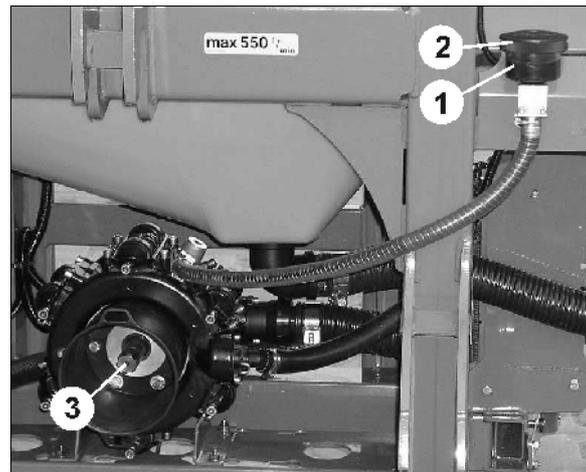

Fig. 117
1. Le niveau d'huile doit pouvoir être lu au repère dans le vase ou au voyant huile (Fig. 117/1) la pompe étant à l'arrêt et à l'horizontale.
2. Enlevez le couvercle (Fig. 117/2) et faites l'appoint d'huile si le niveau d'huile n'arrive pas au repère (Fig. 117/1).
2. Enlevez le couvercle (Fig. 117/2).
- 3.2 Tournez l'arbre d'entraînement (Fig. 117/3) à la main, jusqu'à ce que toute l'huile usagée soit évacuée. Indépendamment de cette procédure, il est possible sur la pompe - pistons-membranes de vidanger l'huile par le bouchon de vidange. En procédant ainsi, il reste quelques traces d'huile usagée à l'intérieur du carter de pompe. Pour cette raison nous recommandons de procéder comme indiqué en premier.
5. Faites tourner l'arbre (Fig. 117/3) d'entraînement à la main alternativement à droite et à gauche tout en versant lentement l'huile neuve. Le volume d'huile versé est correct lorsque l'huile arrive au repère dans le vase ou est visible à travers le voyant d'huile transparent (Fig. 117/1).